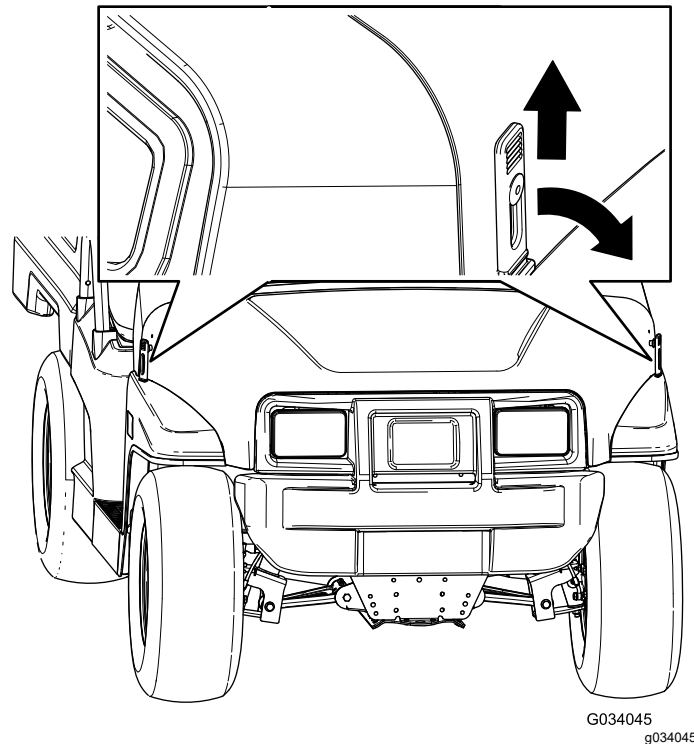

图 24
1. 向上提起机罩两侧橡胶门锁上的手柄图 24。
2. 将橡胶门锁与机罩两侧的锁锚对齐固定机罩图 24。